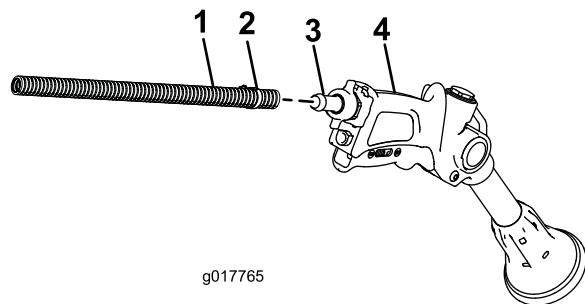

Рисунок 24
2. Подсоедините свободный конец длинного шланга к штуцеру распылителя (Рисунок 24).